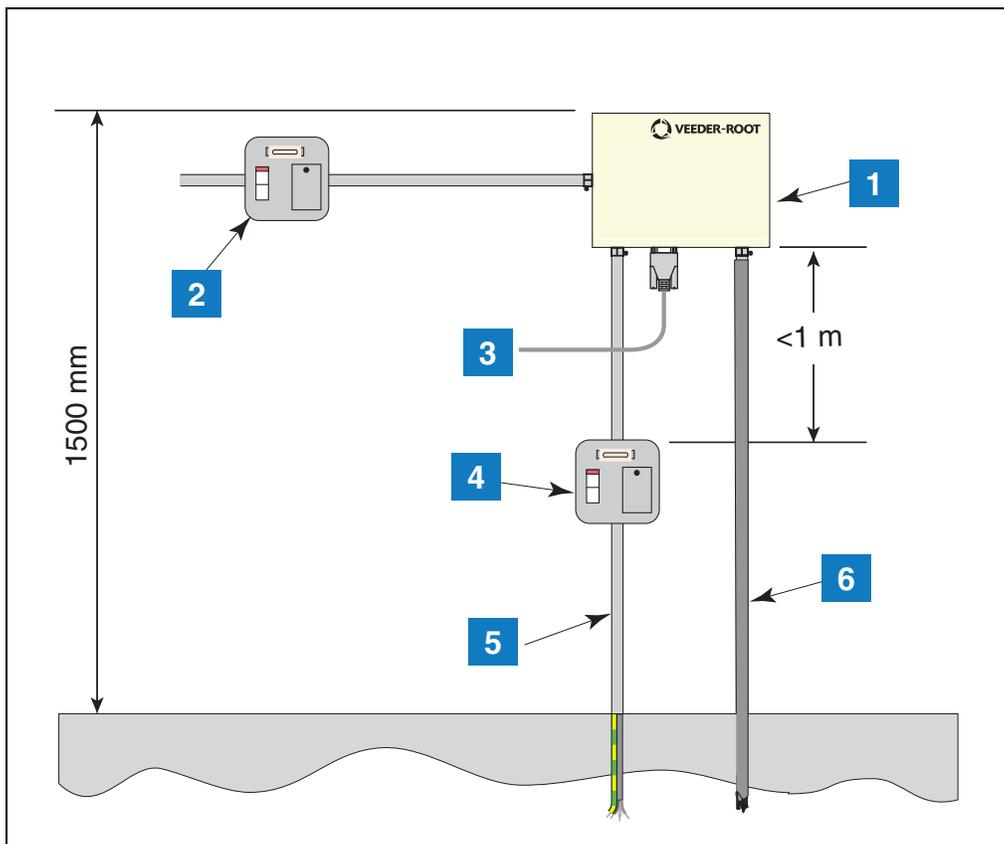

Figura 3. Exemplo de Instalação do TLS2, TLS-50 e TLS-IB
**LEGENDA PARA CAIXAS NUMERADAS NA Figura 3**